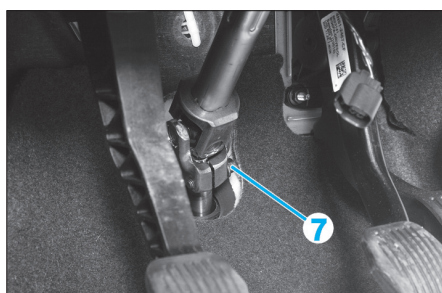

FIG. 9
- le connecteur (5) de l'éclairage,
- le connecteur (6) de la sonde de température habitacle.
- la vis (7) (Fig.9) d'accouplement de la colonne de direction sur le boîtier.